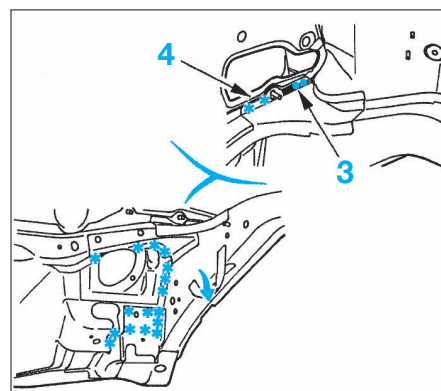

FIG. 34
- Meuler les points de soudure électrique (3) (Fig.34).
- Fraiser les points de soudure électrique (4).